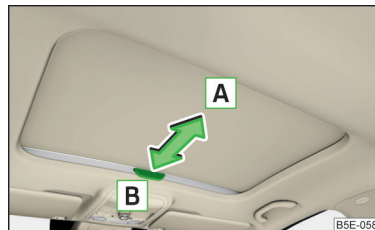

Fig. 64
- Pour l'**ouverture**, tournez la poignée dans le sens de la flèche  » **fig. 64.**